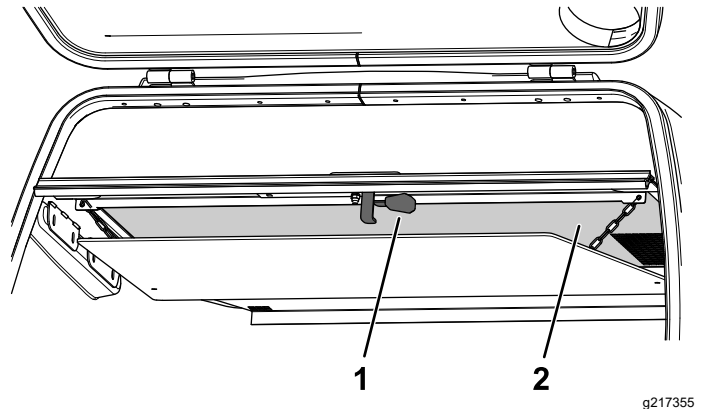

Bild 112
2. Ziehen Sie den Auslösehebel unten am Fangboxgitter nach unten (Bild 112).